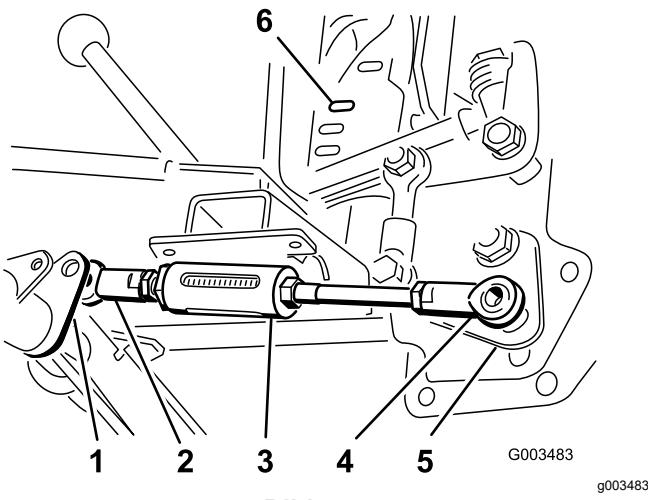

Bild 7
1. Positionieren Sie das Kugelgelenk am kurzen Ende der verstellbaren Stange rechts vom verstellbaren Stangenhebel am Schwenkrohr (**Bild 7**).
3. Setzen Sie das Kugelgelenk am langen Ende der verstellbaren Stange auf den Bolzen unten am Hubgriff und befestigen Sie es lose mit einer Sicherungsmutter ( $\frac{1}{2}$ ") (Bild 7).